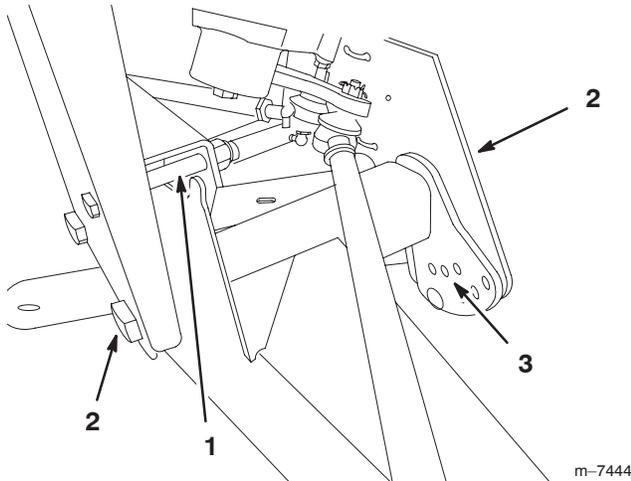

Bild 36
2. Entfernen Sie die Anschlagsschraube (Bild 36).
3. Lockern Sie die Zentrierschrauben im vorderen A-Arm (Bild 36).
4. Entfernen Sie die Fahrhöhe-Einstellschraube (Bild 36).
5. Drehen Sie den vorderen A-Arm in die gewünschte Stellung (siehe die nachstehenden Hinweise) und schrauben die Fahrhöhe-Einstellschraube wieder ein (Bild 36).
7. Setzen Sie die Anschlagsschraube (Bild 36) wieder ein.